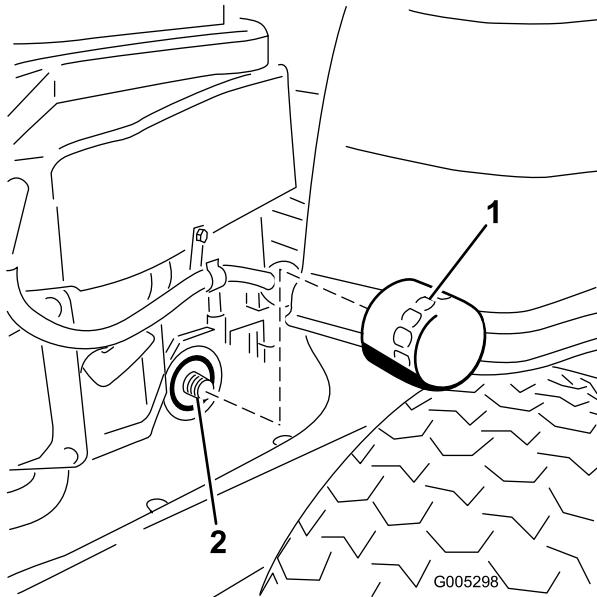

Figure 30
10. Trouvez l'emplacement du filtre à huile du côté droit du moteur. Déposez le filtre à huile usagé et essuyez l'adaptateur du filtre à l'aide d'un chiffon (Figure 30).
12. Posez le filtre à huile de recharge sur l'adaptateur. Tournez le filtre dans le sens horaire jusqu'à ce que le joint soit en appui contre le socle, puis donnez de 3/4 à 1 tour supplémentaire (Figure 30). Essuyez l'excédent d'huile sur le châssis.